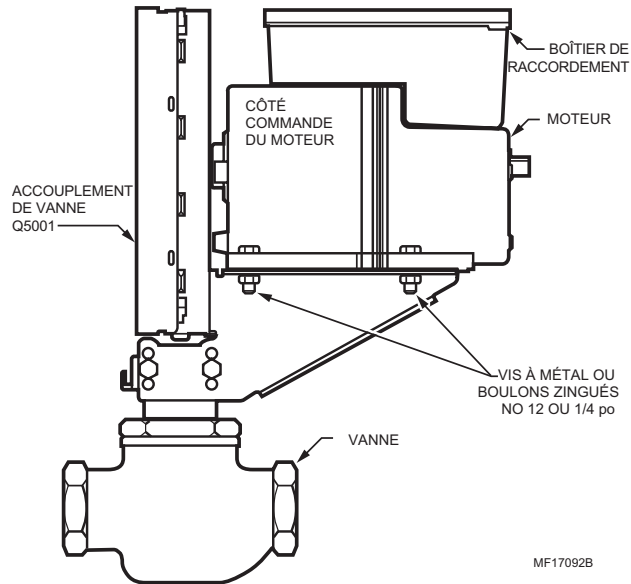

Fig. 4. Fixation du servomoteur à un accouplement de vanne Q5001.
3. Fixer le servomoteur au support à l'aide des quatre boulons fournis. Voir la Fig. 4.
L'accouplement Q100 requiert l'installation d'un support d'adaptation 220738A pour toutes les applications. Les applications avec accouplement de vanne Q5001 ne requièrent pas de support d'adaptation 220738A (voir la Fig. 4).